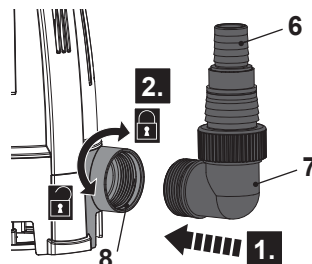

Fig. 2
2. Alinhe e enrosque o adaptador (7) no sentido horário com o bocal de saída (8) (Fig. 2). Aperte apropriadamente.